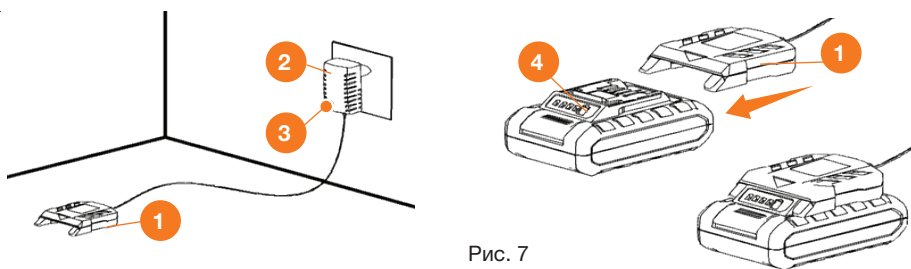

Рис. 7
1. Вставьте вилку **2** зарядного устройства **1** в розетку электрической сети 230 В. Индикатор на зарядном устройстве загорится зеленым светом **3** (Рис. 7).
2. Подключите аккумулятор **4** к зарядному устройству **1**. Индикатор на зарядном устройстве загорится красным светом, и начнется процесс зарядки (Рис. 7).
3. После завершения зарядки индикатор на зарядном устройстве **1** изменит свет с красного на зеленый. Извлеките аккумулятор **4** из зарядного устройства **1**, а затем вилку **2** зарядного устройства из розетки (Рис. 7).